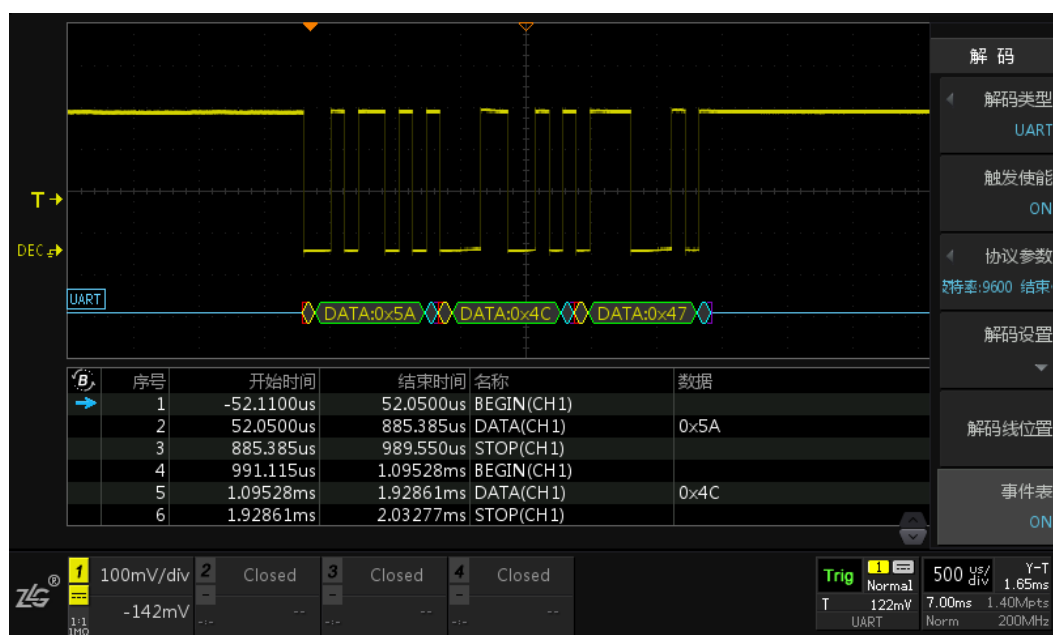

图 15.38 UART 协议触发与解码
- 按下【事件表】软键，使其显示“ON”，用户可以通过查看事件表更清晰地了解 UART 协议信号。同时可以通过旋转旋钮 B 来查看各个事件，在停止状态下，短按旋钮 B 可定位到选中的解码事件。如图 15.38 所示。在停止状态下可点击【事件导出】，具体可参考 22.4.1 报表生成。
- UART 协议触发设置条件为 8 位数据位宽，触发数据为 0x5A（字符显示为 Z），波特率为 9600，1 位结束位宽，无校验模式，数据模式为默认的 LSB，电平无反相。由图 15.38 中所示可知 UART 协议触发点准确定位在数据 0x5A。